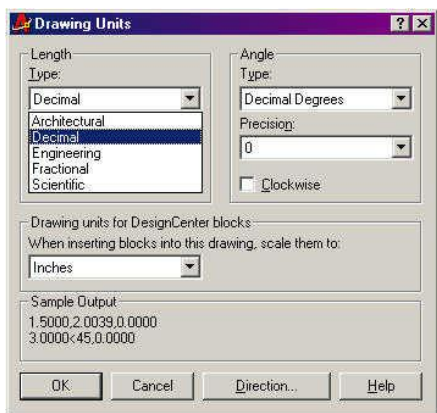

Рис. 7.1. Диалоговое окно Drawing Units
В результате на экране появится диалоговое окно *Drawing Units* (Единицы черчения) (рис. 7.1), которое следует внимательно рассмотреть.
**ВАЖНО!** Параметры настройки диалогового окна *Drawing Units (Единицы черчения)*, представленные на рис. 7.1, должны полностью соответствовать параметрам подобного окна на экране монитора.
Чтобы подтвердить установленные рис. 7.1 настройки и закрыть окно *Drawing Units (Единицы черчения)*, нажимаем кнопку *OK*, а чтобы отменить – кнопку *Cancel (Отмена)*.